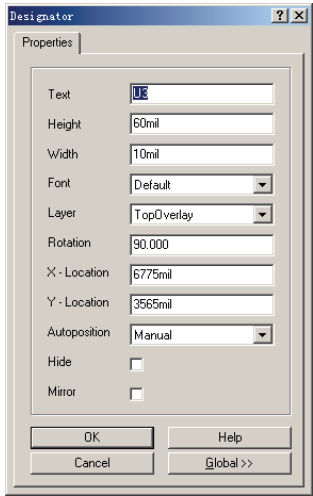

图 6-55 “Designator”对话框
1) 首先选中字符串，然后右击，并从弹出的快捷菜单中选择“Properties”命令，或者双击字符串，系统也将会弹出如图 6-55 所示的“Designator”对话框，此时可以设置文字标注属性。